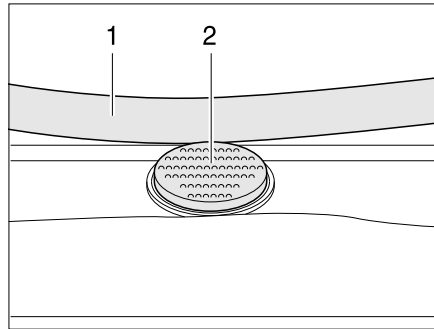

Bild 46 Sicherungsknopf an der Heki-Dachhaube
- Den Sicherungsknopf (Bild 46,2) drücken und den Bügel (Bild 46,1) mit beiden Händen nach unten ziehen.
- Den Bügel mit beiden Händen nach oben drücken, bis der Bügel oberhalb des Sicherungsknopfes (Bild 46,2) liegt.